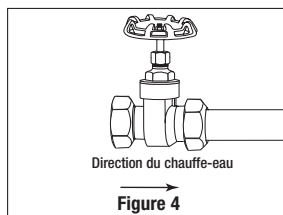

Figure 4
- Fixer le robinet-vanne à l'arrivée de la canalisation d'alimentation à l'aide du raccordement à compression. Bien resserrer l'écrou de serrage. (figure 4).